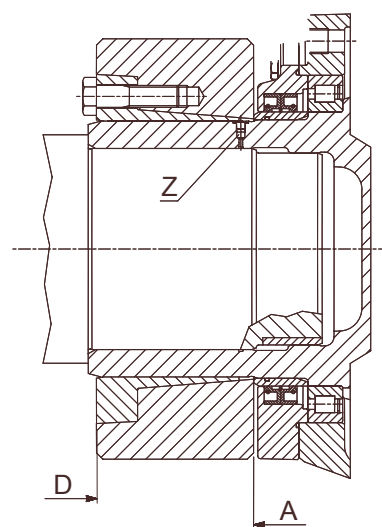

Fig. 2
- Volver a colocar el tapón "Z" (fig. 2) y posicionar el empalme (fig. 2, A).
- Es posible comprobar a simple vista que el montaje ha quedado terminado correctamente: las superficies frontales del anillo interno y externo deben quedar sobre el mismo plano (fig. 2, D).
- Antes de reinstalar un empalme regenerado hay volver a lubricar las zonas "C" (fig. 2).